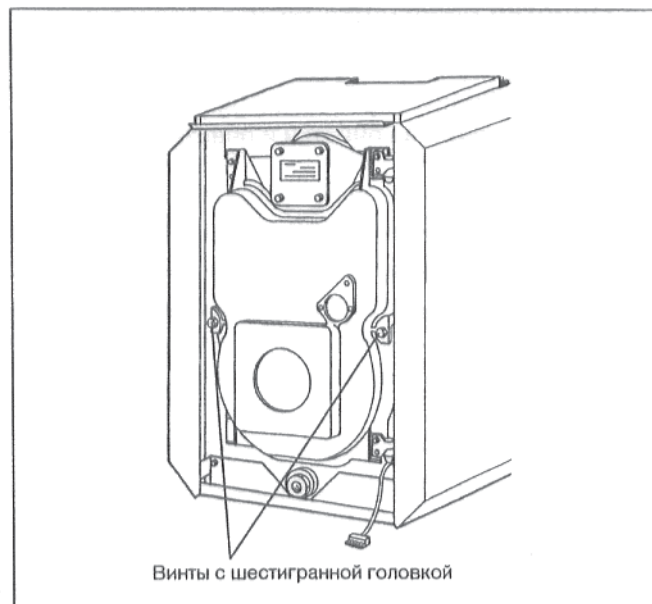

рис. 43
- У котла G215 продвинуть вперед части обшивки дверцы горелки у верхних углов, слегка приподнять и снять, подав вперед (рис. 43).
- Вывинтить оба винта с шестигранной головкой слева и справа на дверце горелки (рис. 43). Открыть дверцу горелки.
- Закрыть дверцу горелки и привинтить ее обоими винтами с шестигранной головкой (рис. 43). Затяжку винтов необходимо осуществлять равномерно.